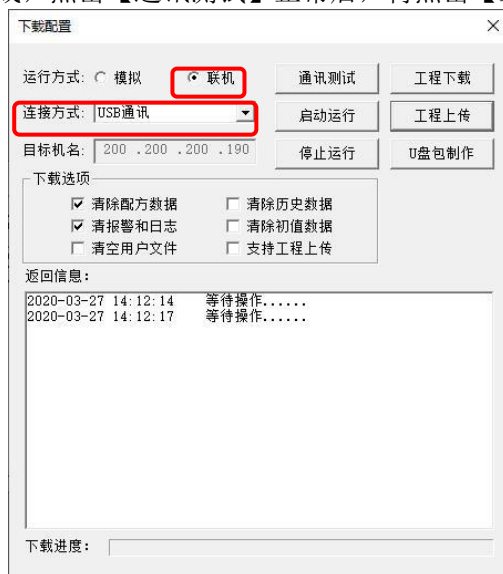
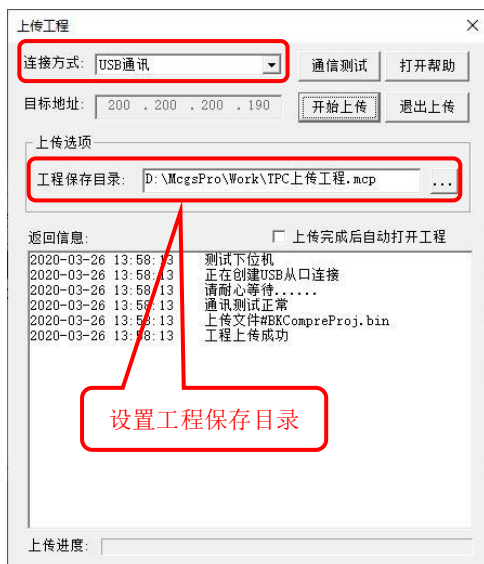

图 2.5-9 USB 从口下载工程设置
图 2.5-10 USB 从口上传工程
- ② 运行 McgsPro 组态软件，打开工程，进入下载配置界面。如图 2.5-9 所示，运行方式：【联机】，连接方式【USB 通讯】。设置完成，点击【通讯测试】正常后，再点击【工程下载】即可。
- ① 使用从口线连接电脑和 TPC；
- ② 运行 McgsPro 组态软件，任意打开一个工程。点击【菜单栏】→【工具】→【上传工程】，进入图 2.5-10 所示的“上传工程”界面；（也可点击图 2.5-9 中的【工程上传】，进入“上传工程”界面）
- ③ 在图 2.5-10 所示界面，连接方式选择【USB 通讯】，设置【工程保存目录】，最后进行通讯测试，完成后点击【开始上传】即可。